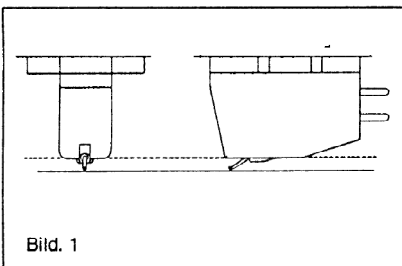

Bild. 1
(1) Montage. Den Nadelschutz nicht abnehmen, damit die Abtastnadel beim Einbau nicht beschädigt wird. Der Einbau vereinfacht sich, wenn Sie die Verdrahtung vor der Montage im Headshell anschließen. Dieser Tonabnehmer ist mit einem Bohrungsabstand von 12,7 mm versehen. Der Tonabnehmer ist mit den mitgelieferten Schrauben starr am Tonarmkopf zu befestigen. Die Schrauben festziehen, aber nicht überdrehen. Den Tonabnehmer so montieren, daß seine obere Fläche, von vorn und von der Seite gesehen, parallel zur Schallplatte steht (siehe Bild 1). Erleichtern Sie sich das Ausrichten, indem Sie einen kleinen Taschenspiegel auf den Plattenteller legen und die Abtastnadel auf den Spiegel aufsetzen. Nun am Tonarm und Tonarmkopf die notwendigen Justierungen so vornehmen, daß der Tonabnehmer parallel und nicht schräg zur Schallplatte steht.